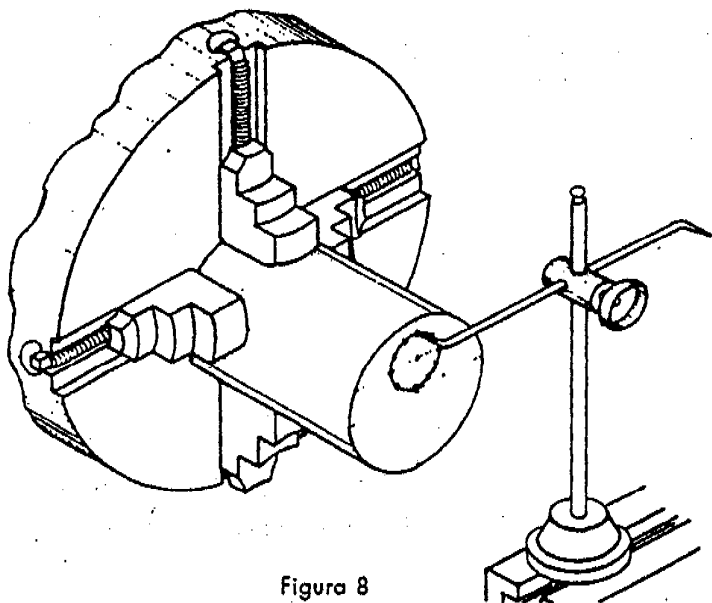

Figura 8
- Aproxime el gramil al trazo (Figura 8).
- Gire el plato con la mano y verifique el centrado (Figura 8).